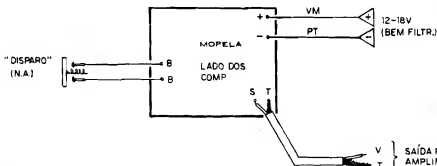

Fig.4
- FIG. 4 - CONEXÕES EXTERNAS À PLACA - Embora simples e direta, as ligações externas à placa exigem a mesma dose de atenção e cuidado requerida para a colocação/soldagem dos componentes (figura anterior...). Observar, principalmente, a polaridade da alimentação (aos pontos "+" e "-"), lembrando sempre que é bom codificar os fios com a "velha" norma da cor vermelha para o positivo e preta para o negativo... O cabo de saída, tipo blindado/mono, deve ser ligado aos pontos "S-T" com atenção para a identificação dos condutores "vivo" (interno) e "terra" (malha metálica...). Aos pontos "B-T" são ligados os fios que vão aos terminais do interruptor momentâneo, tipo Normalmente Aberto, cuja